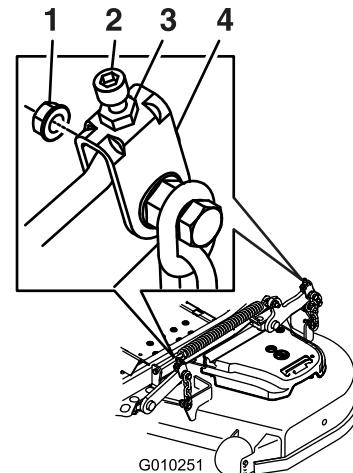

Figura 92
11. Para las carcasa de corte identificadas en Figura 92, gire la tuerca de ajuste del conjunto de elevación de la carcasa delantera para modificar la altura (Figura 92).